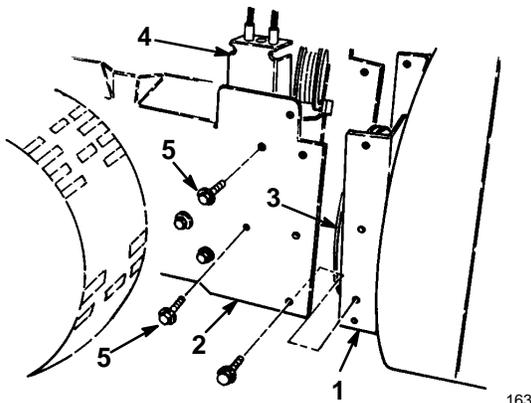

Abbildung 2
1. Die beiden Flanschkopfschrauben entfernen, mit denen der Führungsrollensatz am Motorrahmen befestigt ist, und den Führungsrollensatz entfernen (Abb. 2).
2. Die Montagebohrungen von Spindel-/ Gebläseradgehäuse und Motorrahmen aufeinander ausrichten (Abb. 2).